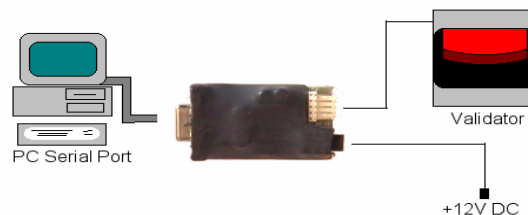

Рисунок 1 – Подключение DA1 к NV7 и PC для перепрограммирования
Если Вы используете операционную систему Windows 95/98/NT™, Pentium™ (© Microsoft and Intel), то подключите DA1 к NV7 так, как показано ниже (см. Рисунок 1), используя переходник с 16-ти на 5 выводов. Провод для подачи питания +12(B) на одном конце имеет Джек, 3.5(мм), а на другом два разъема: красный и черный. Подключите +12(B) к разъему красного цвета, а 0(B) к разъему черного цвета.